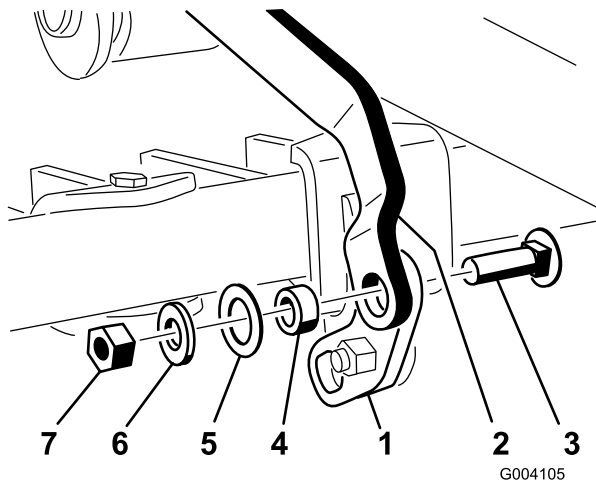

Figure 16
5. Le coude de la pédale de levage étant orienté en haut, fixez le trou carré de la patte de pivot sur l'extrémité de la bielle de barre porte-outil avec un boulon de carrosserie (3/8 x 1-1/4 po), une entretoise, une rondelle (1 po), une rondelle (13/16 po) et un contre-écrou (3/8 po), comme montré à la Figure 16.
6. Insérez un boulon excentrique dans le bas de la patte de pivot et du support de pivot, et fixez-le en place avec un contre-écrou (5/16 po) (Figure 16).